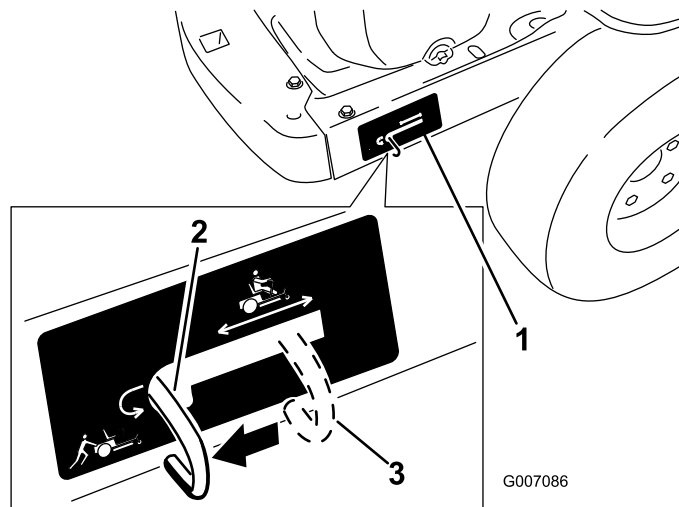

Figura 19
4. Spostate le leve by-pass indietro e poi verso il basso per bloccarle in posizione come riportato nella Figura 19 per disinserire i motori della ruota. Ripetete l'operazione su ciascun lato della macchina.
Spostate le leve by-pass verso l'alto e spingetele in avanti, fino a **metà** della scanalatura orizzontale (Figura 19) per innestare i motori della ruota.